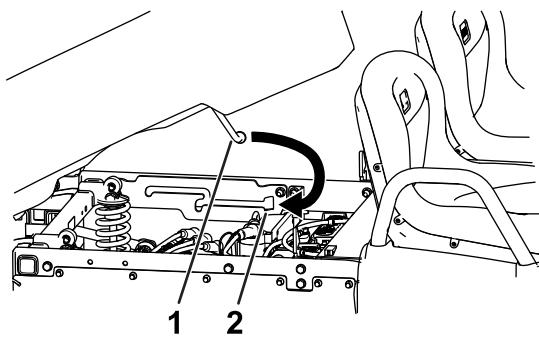

图 5
4. 调整提升装置的高度和位置，使支撑杠的短腿与左机架安装槽或支撑杆支架中支撑杆槽端部的锁孔槽对齐（图 5）。
5. 向前摆动支撑杆，将支撑杆的短腿穿过锁孔槽（图 5）。